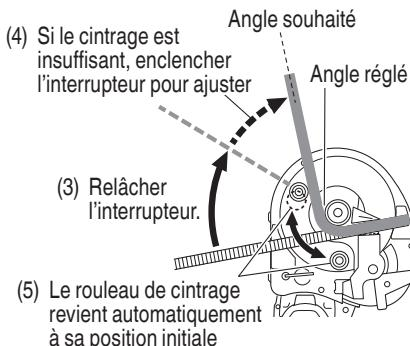

Fig. 55
Le rouleau se déplace tant que l'interrupteur est enclenché. Enclencher progressivement l'interrupteur à plusieurs reprises pour ajuster jusqu'à ce que l'angle souhaité soit atteint. (Fig. 55)
Si l'angle nécessite plus de cintrage, appuyer sur le sélecteur de mode manuel pour revenir à la rotation normale et cintrer un peu plus. (Fig. 55)
- (5) Lorsque la barre de renforcement est cintrée à l'angle souhaité, continuer à enclencher l'interrupteur en mode de rotation inverse, jusqu'à ce que le rouleau revienne à sa position initiale. (Fig. 55)